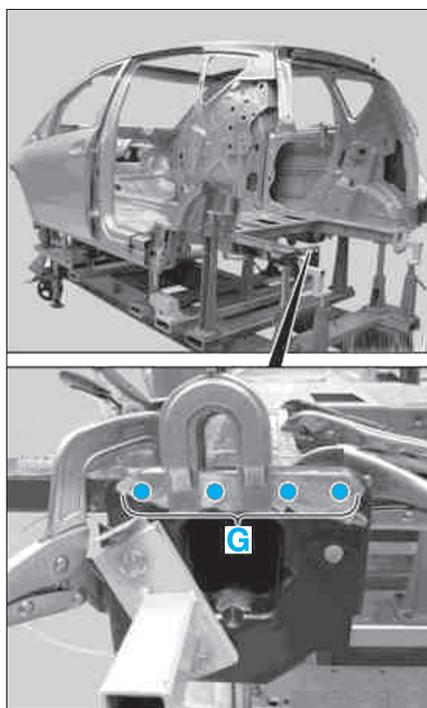

FIG. 141
- Souder le plancher arrière, zones (C) et (H).
- Souder le plancher arrière, zone (G) (Fig.141).